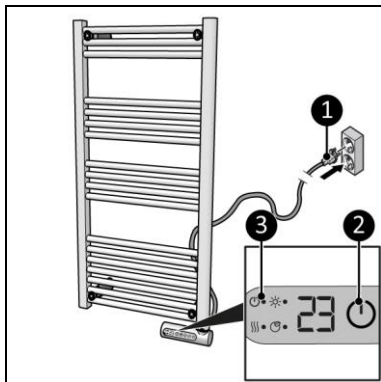

Figura 10
2. Introduceți ștecărul (Figura 10, poz. 1) într-o priză de perete cu împământare, ușor accesibilă. Utilizați o priză cu împământare cu o putere minimă de 800 Watt.
3. Indicatorul ON/OFF se va aprinde (Figura 10, poz. 3).
1. Apăsați butonul ON/OFF pentru a porni dispozitivul (Figura 10, poz. 2). Afișajul va reda temperatura setată.
1. Apăsăți butonul ON/OFF (Figura 10, poz. 2) pentru a pune dispozitivul în modul așteptare.
2. Deconectați ștecărul de la priză (Figura 10, poz. 1).